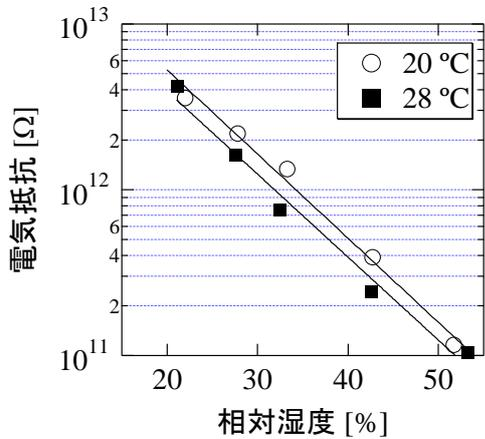

図 4 電気抵抗と相対湿度の関係
の湿度条件から得られた τ と絶対湿度との関係を示します。 τ は絶対湿度が高くなるにしたがい指数関数的に減少しました（これは相対湿度でも同じです）。また絶対湿度が同じでも温度によって τ は異なることがわかりました。ところで、 $\tau=RC$ (R は電気抵抗、 C は静電容量) なる関係が成り立つことが知られています。図 4 に示すように、実際に測定した和紙の R も相対湿度に対して指数関数的に
減少しました。図 3 の τ と図 4 の R から C はおよそ 1×10^{-10} ファラッド (F) と求まりました。ここで、この温度領域において C は一定とみなすことができました。したがって、同じ絶対湿度でも τ の値が温度によって異なるのは R の温度変化が原因であると考えられます。想像ですが、温度の上昇によって和紙の繊維を構成する高分子の分子振動が乱雑になり、繊維の表層を伝わる電荷の動きが抑制
気抵抗が $10^{11} \Omega$ のときは 50 秒で、 $10^{10} \Omega$ ならば 5 秒で、 $10^9 \Omega$ ならば僅か 0.5 秒程度で、いずれも帯電量がほぼゼロになります。つまり、抵抗値が小さければ小さいほど帯電量が早くゼロになります。この予測をもとに図 4 を用いて 1 秒も経たないうちに帯電量がほぼゼロになるような条件を考えると非常に高い湿度が必要になることがわかります。実際にその対策をするかどうかは別として、以上のような手法は静電気トラブルの回避対策に利用できるものと思われます。